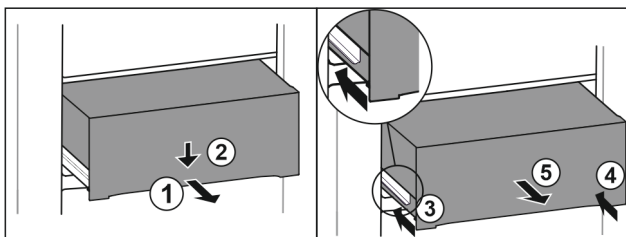

Fig. 128
- ▶ Extrageți pe jumătate sertarul. Fig. 128 (1)
- ▶ Apăsăți în jos sertarul pe partea frontală. Fig. 128 (2)
- ▶ Inșerați șina stângă aproximativ 2 cm. Fig. 128 (3)
- ▶ Inșerați șina dreaptă aproximativ 2 cm. Fig. 128 (4)
- ▶ Extrageți sertarul spre înainte. Fig. 128 (5)